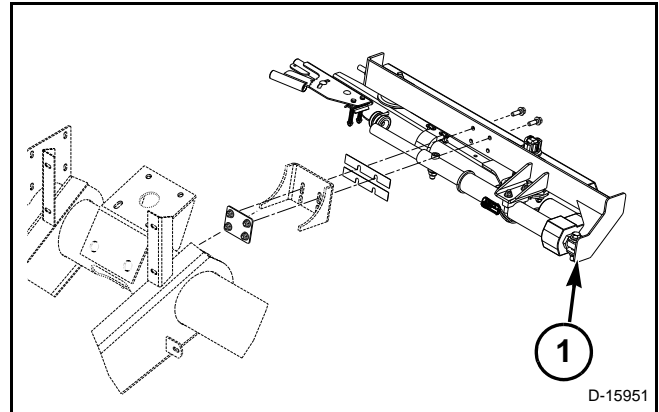

FIG. 7
FIG. 7: El kit para envoltura con cuerda puede instalarse en enfardadoras que tienen únicamente el sistema de envoltura de malla. El kit para envoltura con cuerda incluye el enhebrador (1) y las cajas de cuerdas. Con el kit, se incluyen instrucciones completas para la instalación.